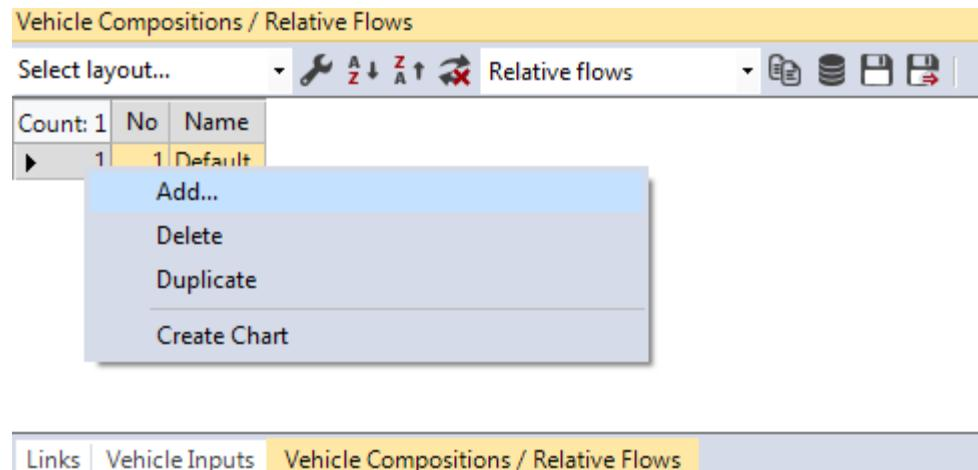

Figura 18
31. Ainda em **Vehicle Compositions**, clique com o botão direito sobre a lista (Linha 1) e selecione **Add** (Figura 18).